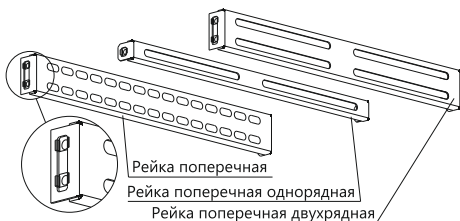

Рисунок 13
9.1 Вставьте по две кузовные гайки в каждый паз на боковых поверхностях рейки поперечной, рейки поперечной двухрядной и по одной кузовной гайке в каждый паз на боковой поверхности рейки поперечной однорядной (рисунок 13).